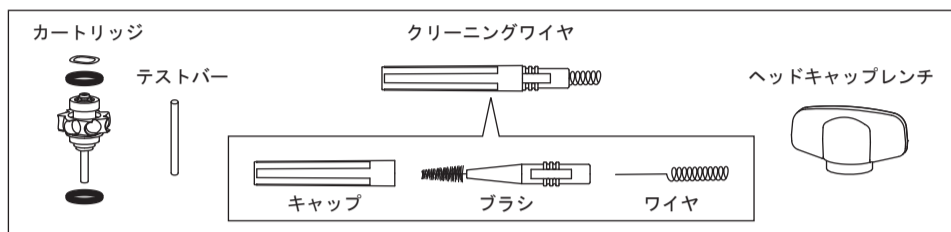

図13
- 1) 新しいカートリッジ、テストバー、本製品付属のヘッドキャップレンチ、クリーニングワイヤを用意します（図13）。